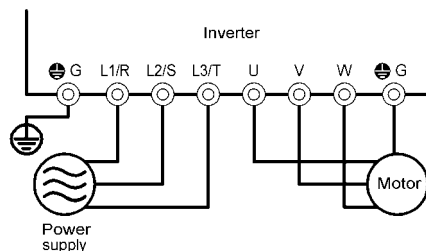

Figura 5.1 Collegamento dei morsetti del circuito principale
- (1) Verificare che il cablaggio sia stato eseguito correttamente.
In particolare controllare il cablaggio dei morsetti di ingresso L1/R, L2/S e L3/T e dei morsetti di uscita U, V e W dell'inverter. Verificare anche che i fili di terra siano correttamente collegati ai morsetti di messa a terra (G). Vedere la figura 5.1.